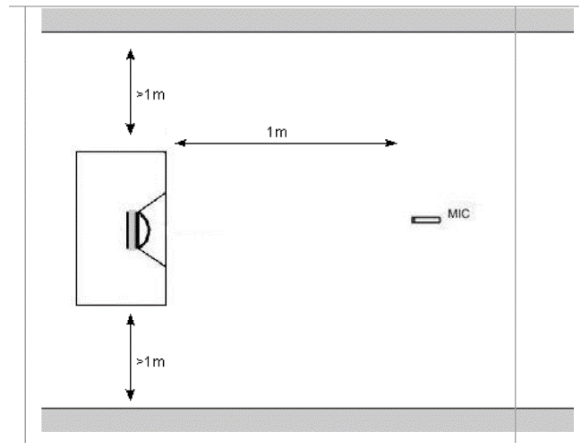

Figura 2. Vista superior, setup para medições Far-Field com h , altura da caixa $\approx 1\text{m}$
- Faça o posicionamento da caixa e do microfone a uma distância maior que 1m das paredes da sala, e numa altura mínima de 1m do chão, ilustrado na figura 2.